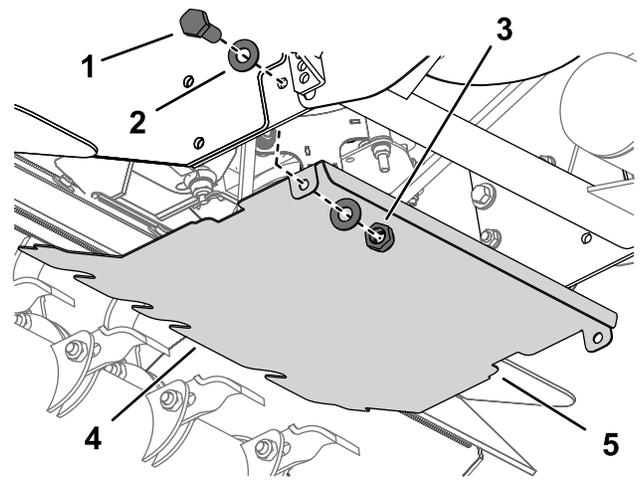

Figura 7
1. Instale las 3 secciones de tira protectora en el borde delantero del protector para evitar las vibraciones (Figura 7).
- A. Retire la tuerca, el perno y las arandelas centrales de la fijación central en la carcasa (Figura 7).
- B. Instale el protector en la unidad de tracción con 2 pernos (M8 x 25 mm), 4 arandelas (M8-17) y 2 contratuercas (M8) en el orificio inferior del bastidor del motor (Figura 7).
- C. Fije la parte delantera del protector a la carcasa con el perno, la arandela y la tuerca centrales que retiró anteriormente (Figura 7).